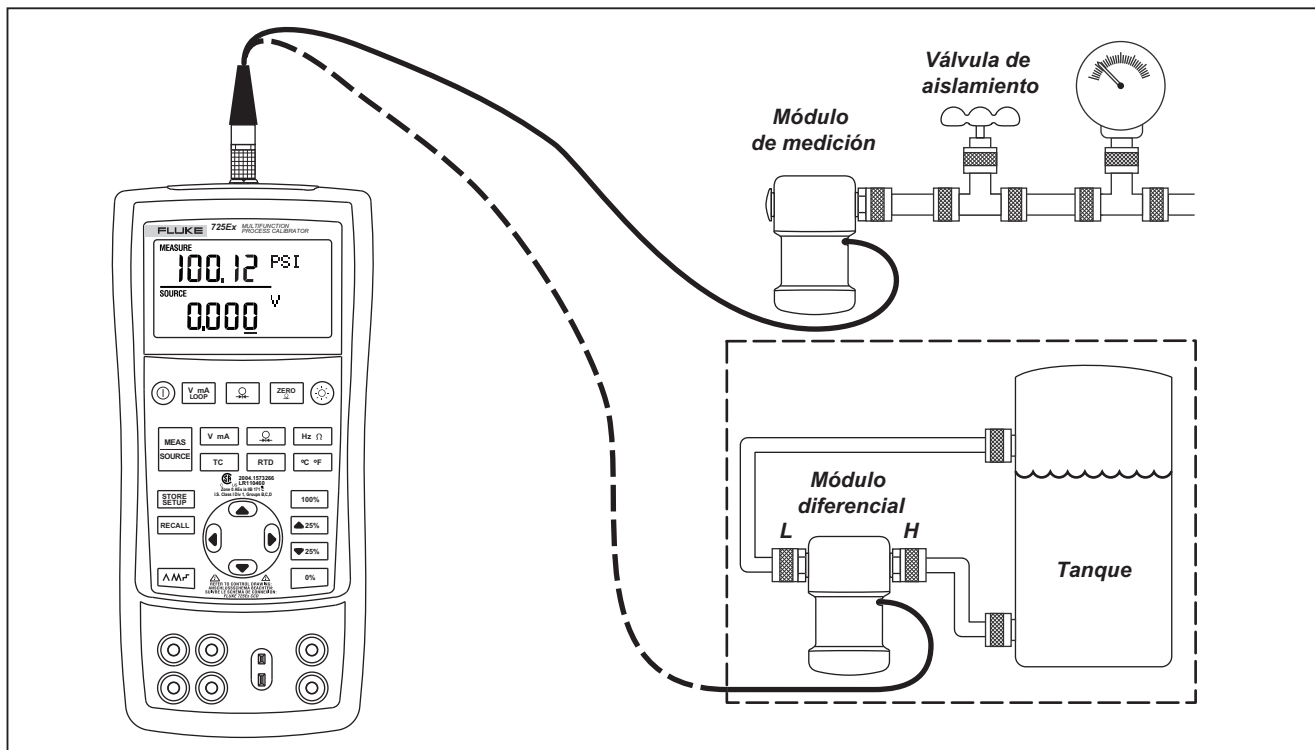

Figura 13. Conexiones para medir presión
1. Conecte un módulo de presión al calibrador tal como se muestra en la figura 13. Las roscas de los módulos aceptan manguitos NPT de 1/4. Utilice el NPT de 1/4 al adaptador ISO de 1/4 suministrados, si es necesario.